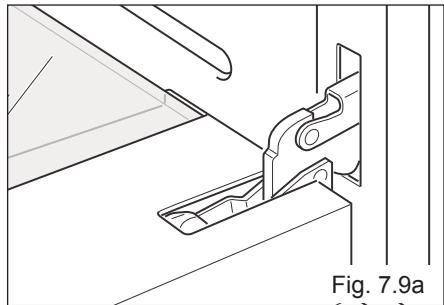

Fig. 7.9a
- Ouvrir complètement la porte du four (fig. 7.9a).
- Deverrouillez la porte du four en l'ouvrant complètement et en fermant le levier "A" sur les charnières gauche et droite (fig. 7.9a).